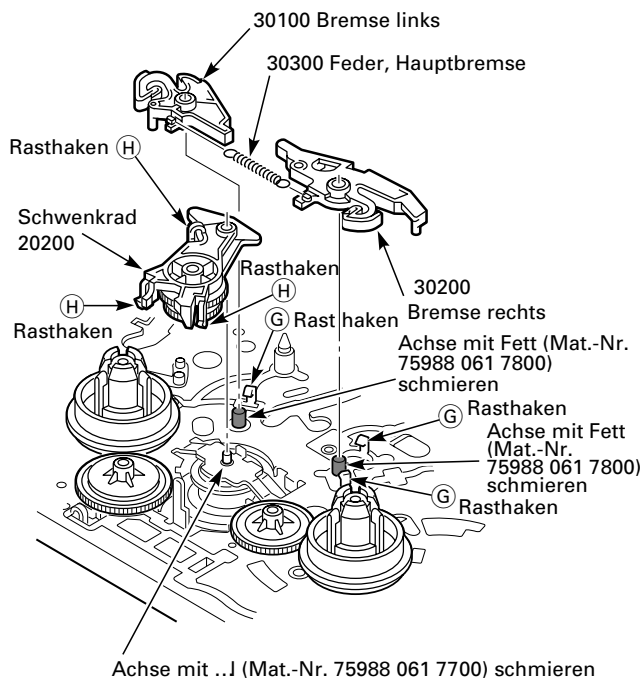
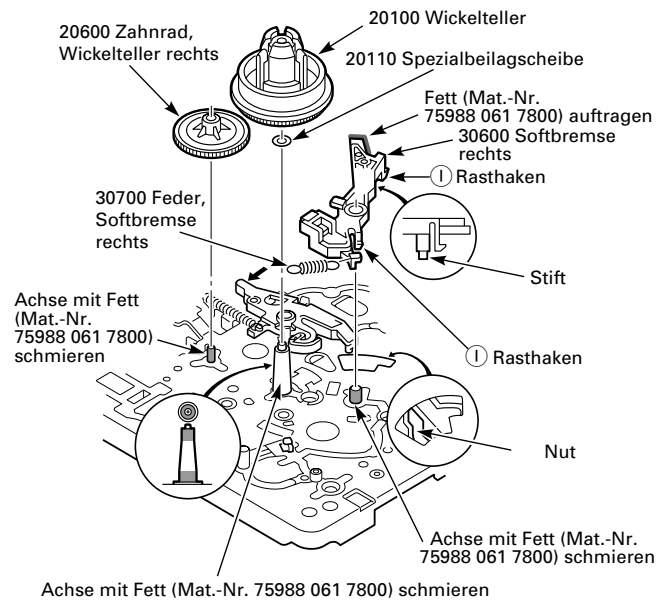
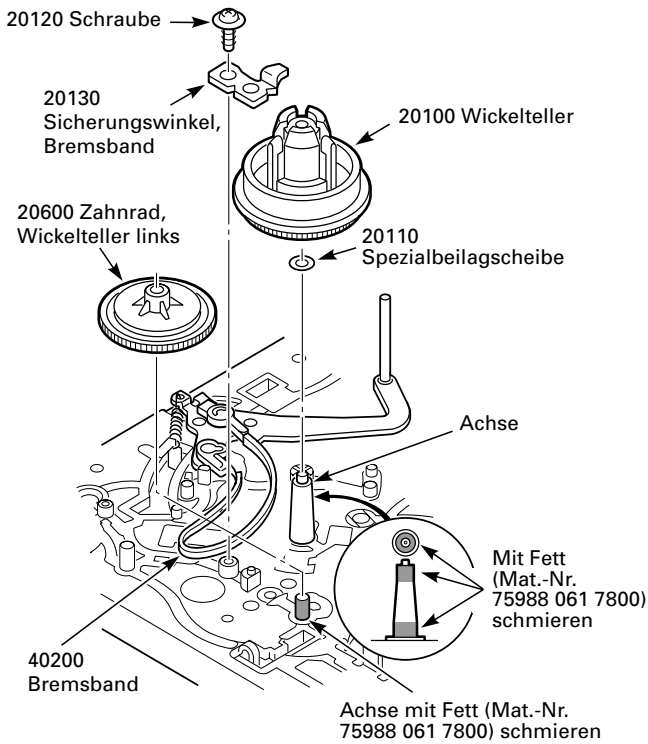

Fig. 8.17
Fig. 8.19
Fig. 8.20
- Feder der Hauptbremsen (Pos. 30300) aushängen, Rasthaken Ⓒ ausrasten und Bremsen (Pos. 30100 und 30200) herausnehmen (Fig. 8.17).
- Rasthaken Ⓓ ausrasten und Schwenkrad (Pos. 20200) herausnehmen (Fig. 8.17).
- Feder (Pos. 30700) aushängen, Rasthaken Ⓘ ausrasten und Softbremse (Pos. 30600) herausnehmen (Fig. 8.19).
- Schmierhinweise in den Fig. 8.17 – Fig. 8.19 beachten!
- Rechten Wickelteller (Pos. 20100) abnehmen (Fig. 8.19).
- Linken Wickelteller (Pos. 20100) abnehmen (Fig. 8.20).
- Verwenden Sie zum Schmieren der Wickeltellerachsen ausschließlich das Schmiermittel mit der Materialnummer **75988 061 7800** und beachten Sie die Schmierhinweise in Fig. 8.19 und Fig. 8.20 !